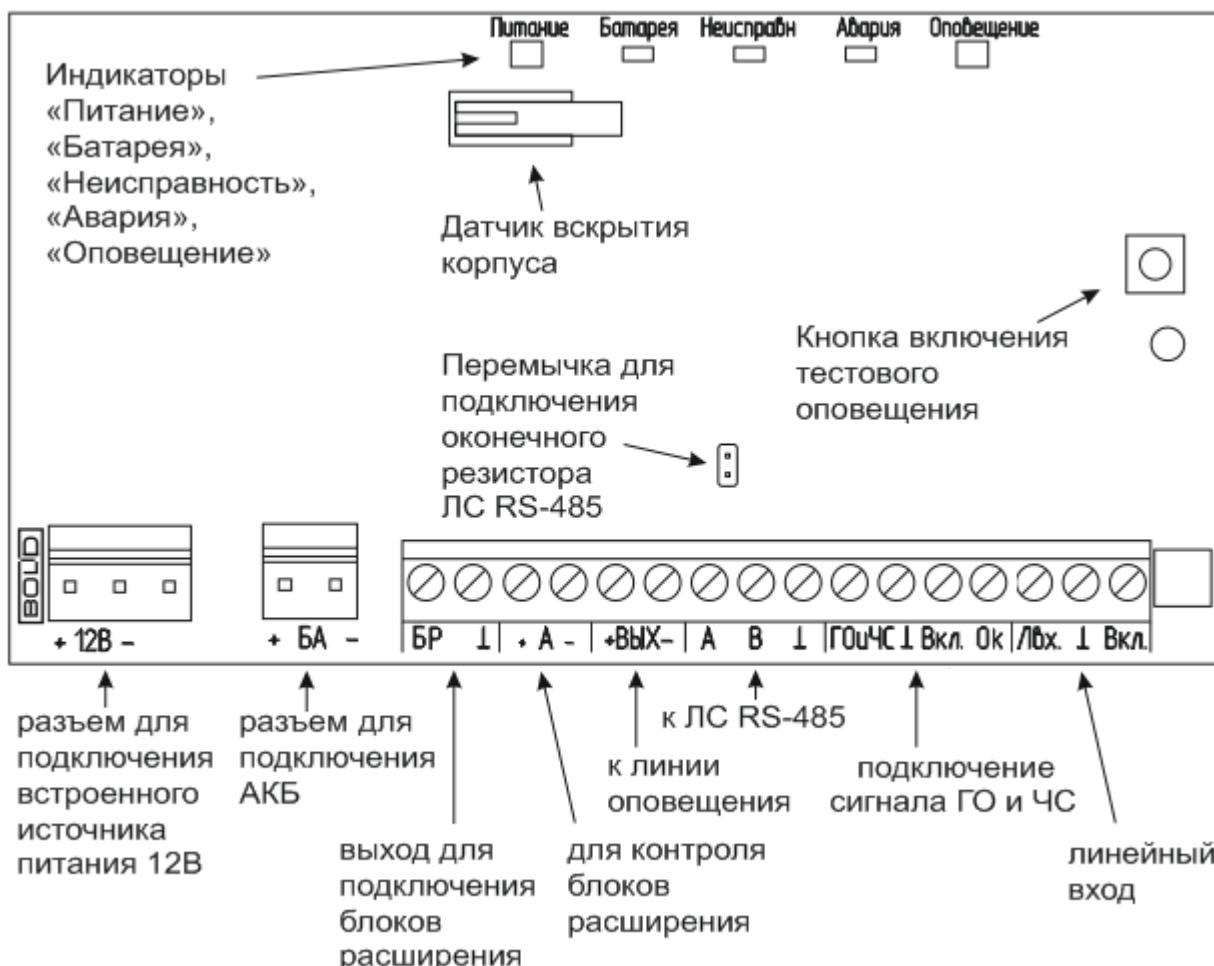

Рис. 3. Органы управления и индикации
4.4.2 К клеммам «А» и «В» подключить линию интерфейса RS-485 для работы с сетевым контроллером. Если блок не является первым или последним в линии интерфейса, удалить перемычку подключения оконечного резистора ЛС RS-485 (см. Рис. 3).
На плате блока имеются световые индикаторы, предназначенные для индикации режимов работы и состояния, подключённых к нему внешних цепей, а также кнопка «Тест» и датчик вскрытия корпуса (см. Рис. 3). Назначение индикаторов приведено в Таблице 5.1.